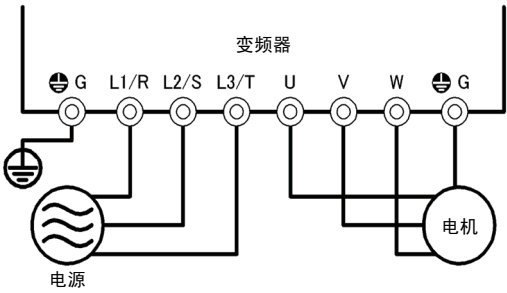

图 4.2 主电路端子的连接图
(1) 主电源输入端子 (L1/R、L2/S、L3/T)、变频器输出端子 (U、V、W) 及变频器接地端子 (G) 是否正确连接。(参照图 4.2)